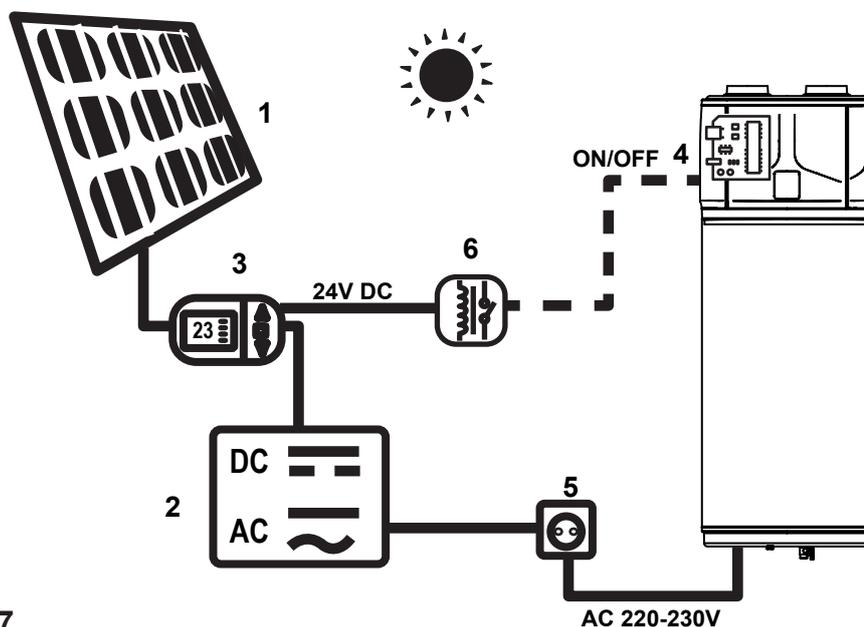

Fig. 27
10. CONECTIVIDAD EXTERNA. (Fig. 27 y 23)